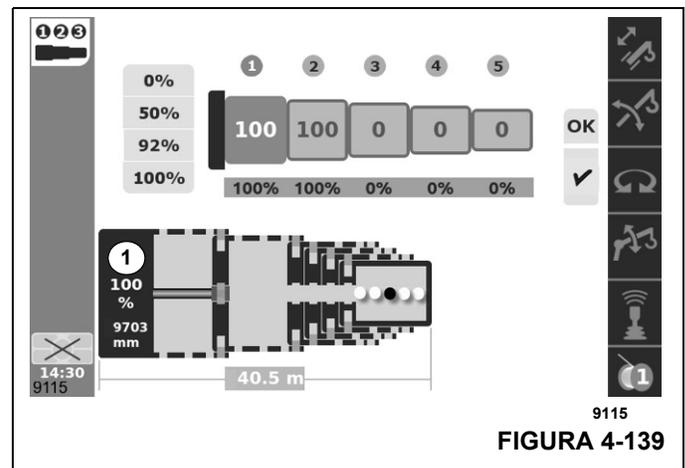
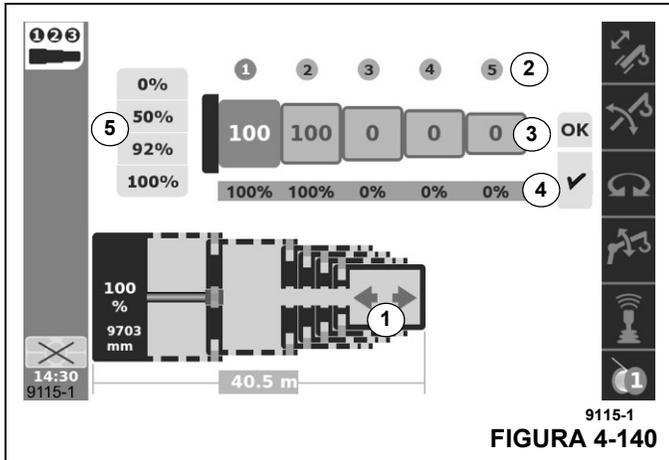

FIGURA 4-139
FIGURA 4-140
La pantalla de semiautomatización de la visualización del funcionamiento (consulte Figura 4-139) muestra un esquema gráfico cerca de la parte inferior de la pantalla que indica el estado actual de la pluma computado por el sistema de control (sin embargo el operador debe continuar monitoreando el estado físico de la pluma para compararlo con este esquema). En la Figura 4-139, se muestra un 100 % (1) para la posición del cilindro telescópico (sobre el valor de distancia de 9703 mm). La representación gráfica de la varilla del cilindro telescópico sobresale horizontalmente desde el extremo izquierdo del esquema (cerca del elemento 1). El extremo de la representación gráfica de la varilla en la sección de pluma T1 está a 100 % de la ubicación de fijación. La entidad rectangular levemente más grande en el extremo derecho de la varilla del cilindro telescópico representa el mecanismo de fijación.
El ejemplo en Figura 4-139 muestra el valor de 9703 mm para la extensión del cilindro telescópico dentro de la pluma. Este es el valor del sensor de longitud de precisión. El ejemplo también muestra un valor de 40.5 metros como la longitud de pluma total. El ejemplo muestra que la sección de pluma T2 se ha extendido previamente y se ha bloqueado a 100 % de su ubicación de fijación. Las secciones de pluma restantes están bloqueadas a su 0 % de su ubicación de fijación (y todas se han extendido al extender la sección de pluma T2).
Como se mencionó anteriormente, hay oportunidades en que el sistema de control realiza movimientos automatizados. El ejemplo en Figura 4-139 muestra algunos puntos al final del esquema gráfico. Estos puntos, así como el punto oscuro circulando de atrás hacia adelante, de izquierda a derecha, indica que los movimientos automatizados se están realizando.
La Figura 4-140 muestra la misma pantalla cuando el operador puede controlar los movimientos de las secciones de la pluma. En este caso, hay una flecha apuntando hacia la izquierda y/o derecha (en lugar de los puntos que se muestran en la Figura 4-139). En consistencia con la orientación esquemática, la flecha izquierda indica que la pluma se
Como se destacó en la nota anterior en este documento, estas flechas (1, Figura 4-140), parpadearán en algún punto del proceso telescópico. El parpadeo es una indicación de que ocurrirá un evento de desbloqueo o bloqueo si el operador sostiene la palanca de control en la dirección de esa flecha por al menos un segundo. Si este evento comienza, la pantalla cambiará a puntos (como se describe en la Figura 4-139) de modo que el operador sepa que un movimiento o acción automatizada está ocurriendo nuevamente.
Como se vio en Figura 4-140, hay un conjunto de valores numéricos en la parte superior de la pantalla, sobre el esquema gráfico de la pluma.
Los valores bajo estos números de indicaciones de secciones de pluma representan la configuración de pluma final que se requiere (o "estado de telescopización objetivo"). La Figura 4-140 muestra este conjunto de valores como
Segundo, hay un conjunto de valores porcentuales que se muestran bajo los valores de la configuración de pluma final requerida. En la Figura 4-140, estos aparecen como 100 %-100 %-0 %-0 %-0 %-0 (4). Esto representa la configuración de pluma computada real del sistema de control (o "estado de telescopización real"). Esto puede entenderse como lo que a la pluma le agrada "ahora" (pero, como se mencionó anteriormente, el operador debe estar consciente de la pluma física para comparar estos valores). A medida que la pluma entra en funcionamiento, esta configuración de pluma computada cambiará (tal como el gráfico esquemático del sistema de pluma cambiará en la pantalla). Pero el operador debe tener en consideración que la configuración de pluma final requerida no estará cambiando a medida que la pluma está en funcionamiento (es el destino final para el movimiento de la pluma).
- Usando la pantalla de funcionamiento, el botón Intro se usa para marcar la opción OK (Aceptar) que aparece en la pantalla. Esto envía los datos requeridos al sistema de control. Si esta configuración se considera aceptable, aparecerá un signo de verificación bajo OK (como se muestra en la Figura 4-140). Si la configuración no se considera aceptable, una X de color rojo aparecerá en lugar del signo de verificación. Como ejemplo, una configuración de pluma final requerida de 0-50-0-50-0 no se permite (la sección T3 fue "ignorada" por no tener una ubicación de fijación de 0 %).
- Una vez que la sección de pluma es desbloqueada, aparecerán las flechas de dirección telescópica, como se muestra en Figura 4-140.
- Cuando la sección de pluma T1 está desbloqueada, las flechas de dirección telescópica derecha e izquierda aparecerán nuevamente (como se muestra en la Figura 4-140).